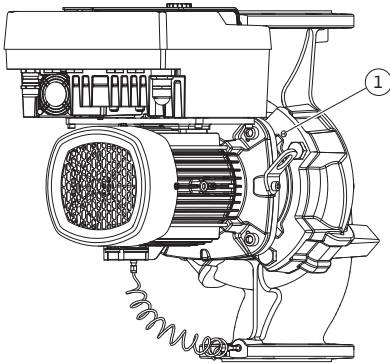

Fig. 11: Expulsión del juego de introducción mediante los taladros roscados (según el modelo de bomba)
5. Suelte el juego de introducción (véase la Fig. 4) del cuerpo hidráulico. En función del modelo de bomba (véase Fig. I ... III), hay diferentes procedimientos. En el caso del modelo de bomba de la Fig. I, suelte los tornillos Pos. 29. Expulse el juego de introducción del cuerpo hidráulico. En el caso del modelo de bomba de las Fig. II y Fig. III, utilice para ello dos taladros roscados (Fig. 11, Pos. 1). Para ello use los tornillos a cargo del propietario adecuados (p. ej., M10 x 25 mm).
5. Expulse el juego de introducción (véase la Fig. 4) de la carcasa de la bomba. Para ello, utilice los 2 taladros roscados (véase la Fig. 11). Para aflojar el asiento, enrosque tornillos M10 con la longitud adecuada en los taladros roscados.